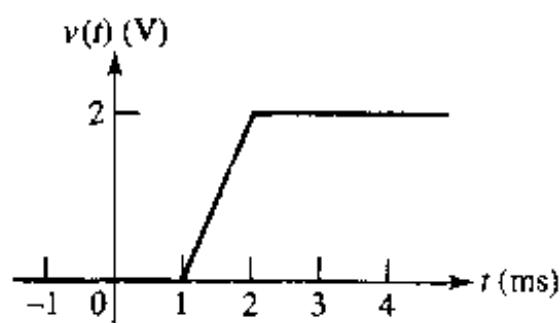

图 7.4
7.1 如果 100 pF 电容电压随时间变化关系如图 7.4 所示, 求流过该电容的电流。